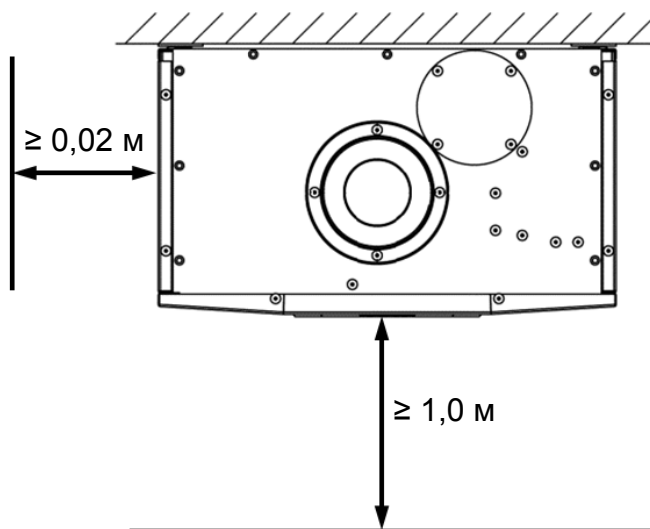

Рис. 10
- Перед фронтом котла **должна быть** зона обслуживания не менее 1,0 м. (См. Рис. 10)
- Расстояние от котла до боковой стены из негорюемых материалов **должно быть** не менее 2 см. (См. Рис. 10).